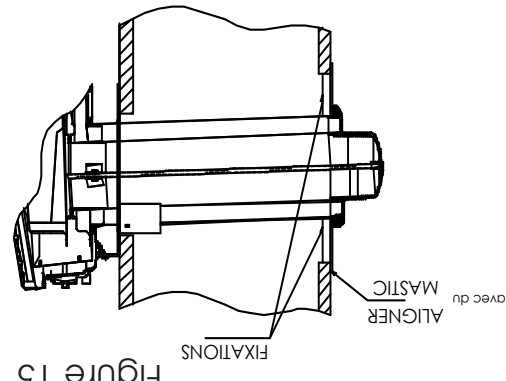

Figure 15
3. De l'extérieur du mur, vissez légèrement la tige (D) sur le support situé à l'intérieur de la sortie de fumée de l'appareil.
4. Enveloppez le tuyau d'admission d'air (C) avec l'isolant fourni (I) (côté feuille vers l'extérieur) et placez la bande de ruban fournie (H) le long de la couture pour le fixer.
5. Faites glisser le tuyau de ventilation (B) et le tuyau d'admission d'air de ventilation (C) à travers le trou dans le mur et connectez-les respectivement à la sortie de fumée de l'appareil et à l'entrée d'air.
6. La plaque de montage extérieure (F) et l'anneau en caoutchouc silicone (G) doivent être installés entre le capuchon de ventilation (A) et le mur extérieur. La plaque de montage extérieure (F) doit être positionnée au ras du mur et ses entretoises insérées dans le mur et scellées avec un mastic non durcissant (caféoutrage silicone). Positionnez la plaque de montage extérieure (F) de sorte que le tuyau d'admission d'air de ventilation (C) ait une légère pente vers le bas vers l'extérieur. La pente descendante est nécessaire pour empêcher l'entrée d'eau de pluie.
7. Avant de fixer le capuchon de ventilation (A) sur le mur extérieur, passez un cordon de mastic non durcissant (caféoutrage silicone) autour de son bord extérieur, de manière à assurer l'étanchéité entre celui-ci et la plaque de montage extérieure (F) (voir figure 15).